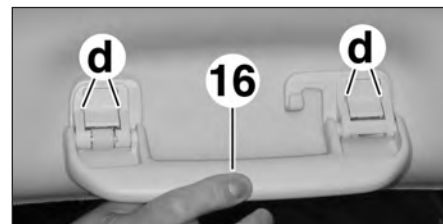

FIG.69
- Abaisser les poignées de maintien (16) et les dégrafer en (d) (Fig.69).
- la vis (14) du support (15) du pare-soleil,
- le support de pare-soleil (15).
• Abaisser les poignées de maintien (16) et les dégrafer en (d) (Fig.69).